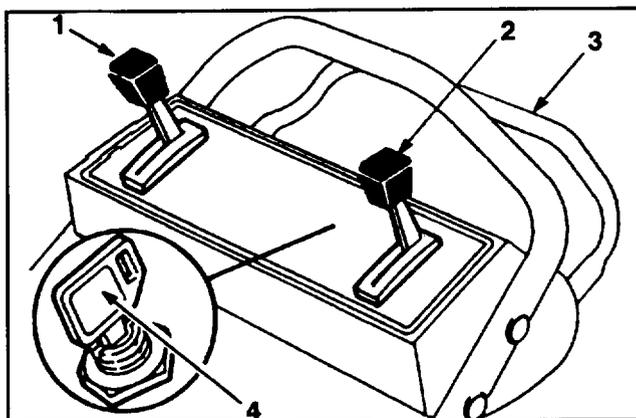
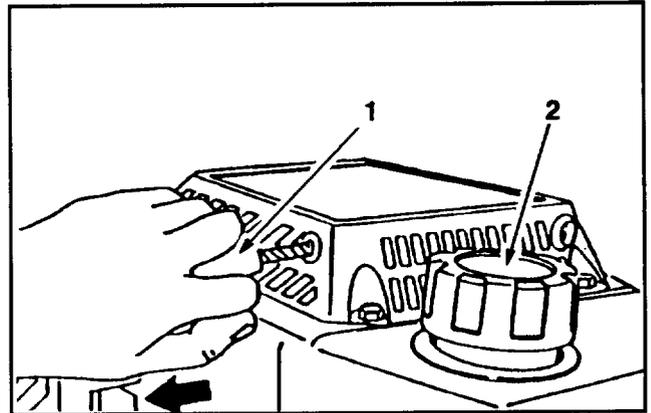

Figure 9
Figure 10
1. Nettoyer le pourtour du bouchon d'essence et le retirer (fig. 10). Remplir d'essence sans plomb jusqu'à 6 ou 13 mm (1/4 ou 1/2 pouce) du haut du réservoir.
COMMANDES – Le commutateur à clé de contact (modèle à démarrage par clé de contact), la commande des gaz, le contrôle de vitesse au sol et la barre de commande d'auto-propulsion se trouvent sur le mancheron supérieur (fig. 9). Le démarreur manuel se trouve sur le dessus du moteur (fig. 10).
2. Placer le sélecteur de vitesse sur "N" (fig. 9).
3. DÉMARRAGE ÉLECTRIQUE – Pousser le levier des gaz en position CHOKE (starter) (fig. 9). Tourner la clé en position START et la relâcher une fois que le moteur a démarré. Une fois que le moteur tourne, placer la manette des gaz en position FAST (rapide) ou régler à la vitesse désirée. Si la charge de la batterie est insuffisante pour lancer le moteur, utiliser le démarreur à corde (fig. 10).
6. ARRÊT (fig. 9) – Relâchez la barre de commande pour arrêter l'entraînement. Placez le contrôle de vitesse au sol en position "N" sur les modèles auto-propulsés. Pour arrêter le moteur, placez la commande des gaz en position OFF (ARRÊT). Retirez la clé du commutateur (modèles à démarreur électrique) ou débranchez le câble de la bougie si la tondeuse n'est pas en usage ou n'est pas surveillée.